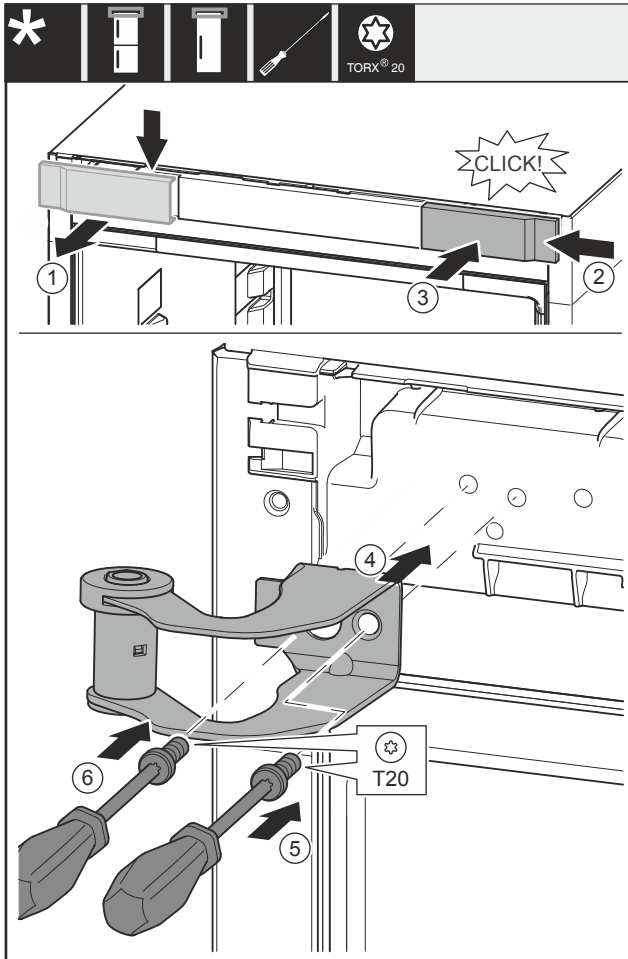

Fig. 20
- ▶ Vegye ki felülről a fedelet Fig. 20 (1) előrefelé.
- ▶ Akassza be a fedelet Fig. 20 (2) 180°-kal elfordítva a másik oldalra jobb felől.
- ▶ Pattintsa be a fedelet Fig. 20 (3).
- ▶ Helyezze fel a felső csapágybakot Fig. 20 (4).
- ▶ Húzza meg a csavart Fig. 20 (5).
- ▶ Húzza meg a csavart Fig. 20 (6).